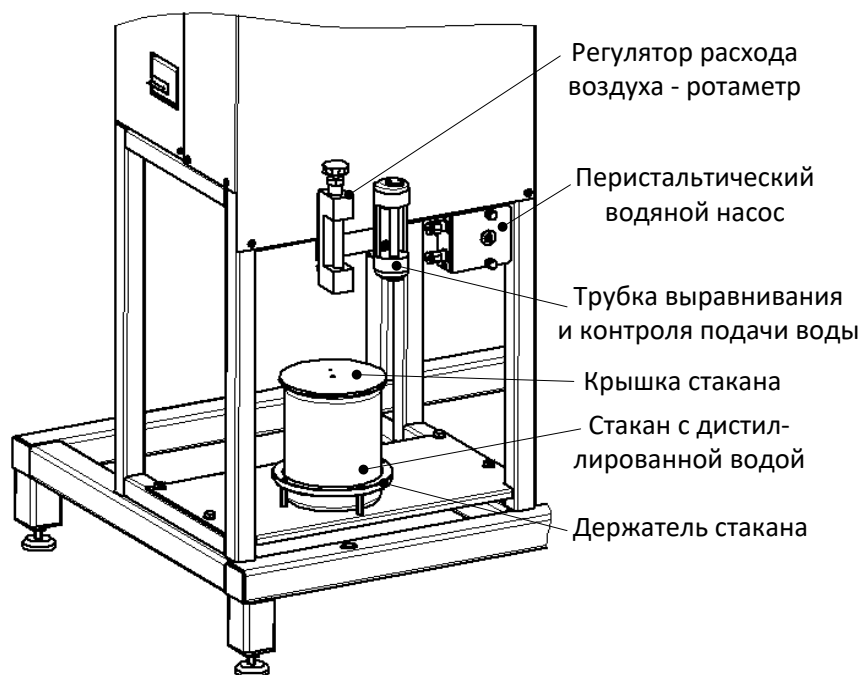
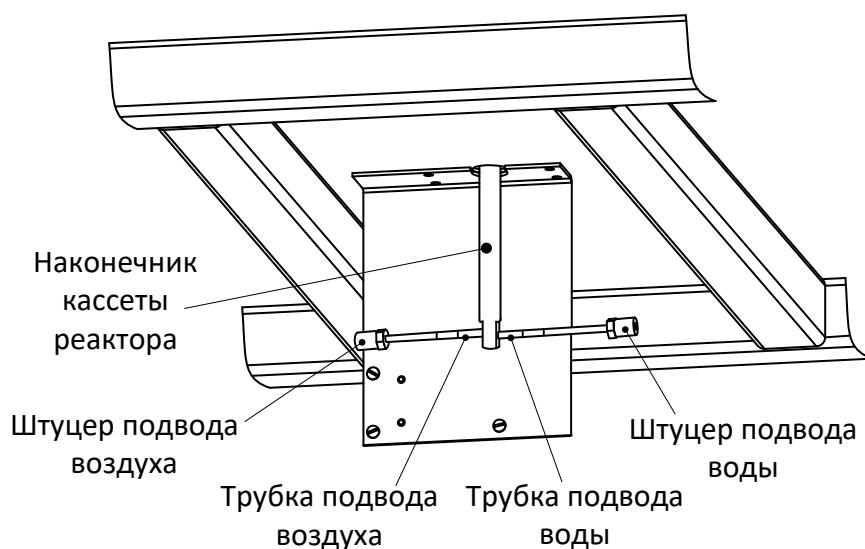

Рисунок 3 – Блок регулирования расхода
Рисунок 5 – Нижняя часть блока нагрева
4.2.2 С нижней части блока нагрева (рисунок 5) отключить гибкую трубку от штуцера подвода воды. Это производится путём нажатия на синее кольцо БРС вокруг трубки и одновременным вытягиванием её со штуцера (можно сделать одной рукой). Расположить свободный конец трубки на уровне перистальтического насоса относительно пола (рисунок 3) над какой-либо небольшой ёмкостью.